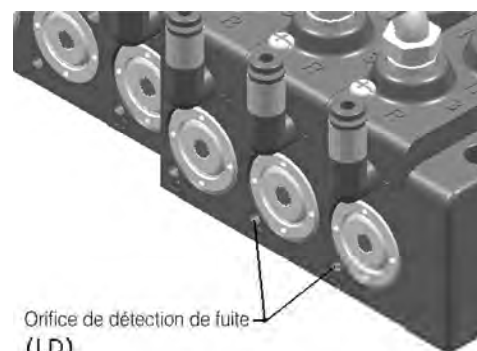

Figure 11
- L'embase/embase individuelle est munie d'un orifice de détection de fuite afin de prévenir tout dysfonctionnement du joint. Voir Figure 11.